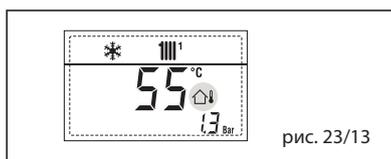

рис. 23/13
– **СРАБАТЫВАНИЕ ПРЕДОХРАНИТЕЛЬНОГО ТЕРМОСТАТА ПЕРВОЙ СМЕШАННОЙ ЗОНЫ “ТРЕВ 20” (рис. 23/14)**